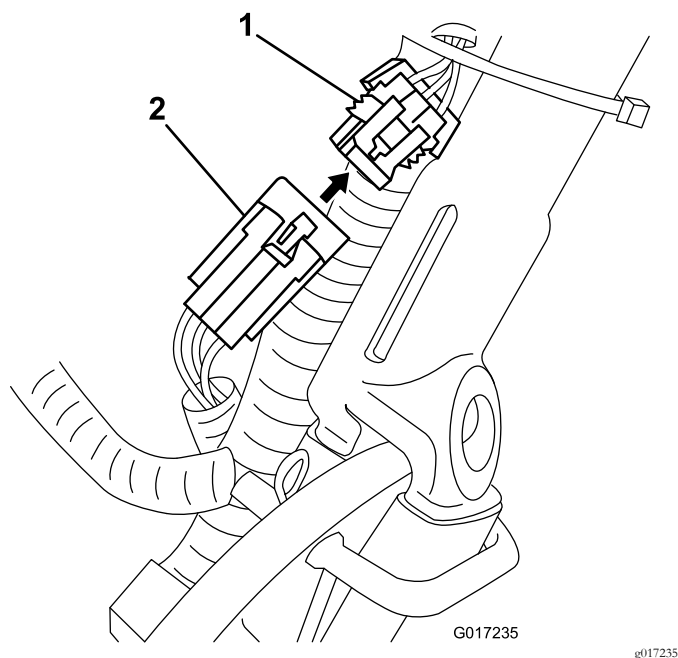

Figure 16
3. Débranchez le petit connecteur qui se trouve sur le faisceau de câblage reliant le bloc batterie à la machine, du faisceau de câblage principal (Figure 16).
14. Faites passer le faisceau de câblage qui relie le bloc batterie à la machine sous et derrière le faisceau principal, sur le côté gauche de la machine, et branchez le petit connecteur à 6 broches du faisceau au connecteur correspondant sur le faisceau de câblage principal, comme montré à la Figure 16.